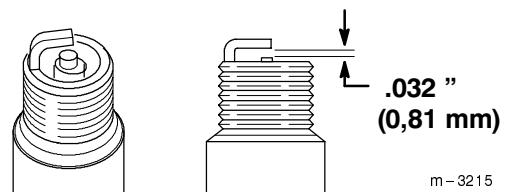

Bild 25
- Stellen Sie den Elektrodenabstand der Zündkerze auf 0,81 mm ein (Bild 25).